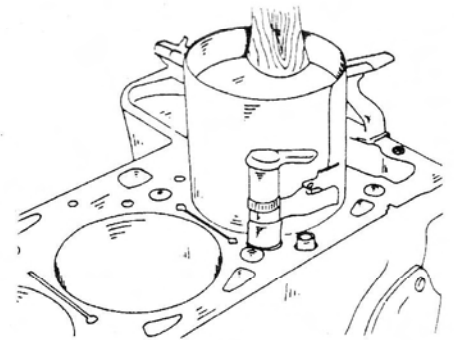

Рис. 278. Установка поршня с помощью стяжной ленты поршневых колец.
- Вдвинуть поршень, кольца последовательно входят в цилиндр (рисунок 278) и в заключение ножка шатуна насаживается на шейку коленчатого вала.